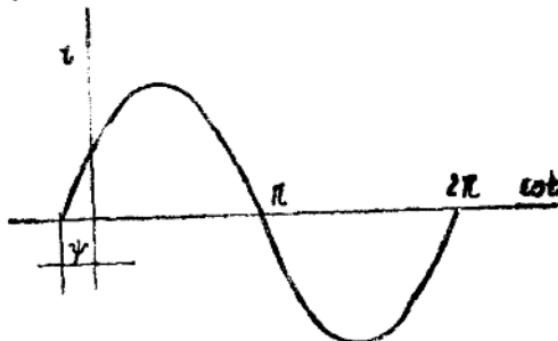

图 1-5 正弦交流电的初相角 ψ
③初相角 ψ ：就是正弦交流电在 $t=0$ 时的相角。**初相角**和时间起点选择有关。由于时间起点选择的不同初相角也不同。 $t=0$ 时，正弦函数值为正，相应的初相角就也为正。如图 1-5 所示。